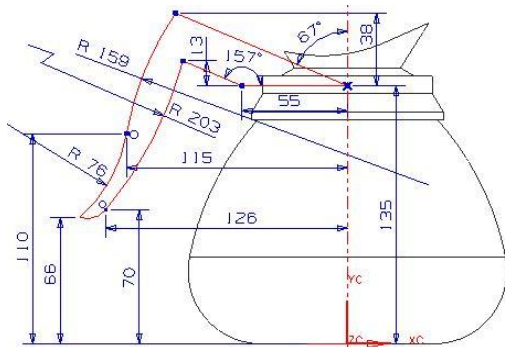

图4-19
16. 在【成形特征】工具条中单击【草图】按钮，弹出【基准平面】悬浮工具条，然后依次单击【ZC-XC】和【确定】按钮进入二维草图界面，绘制图 4-19 所示的草图轮廓。